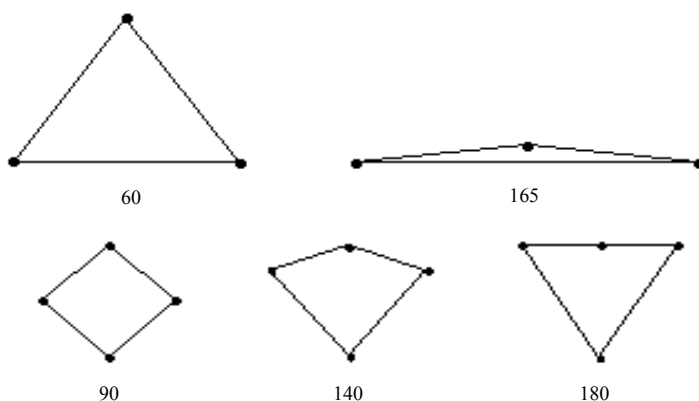
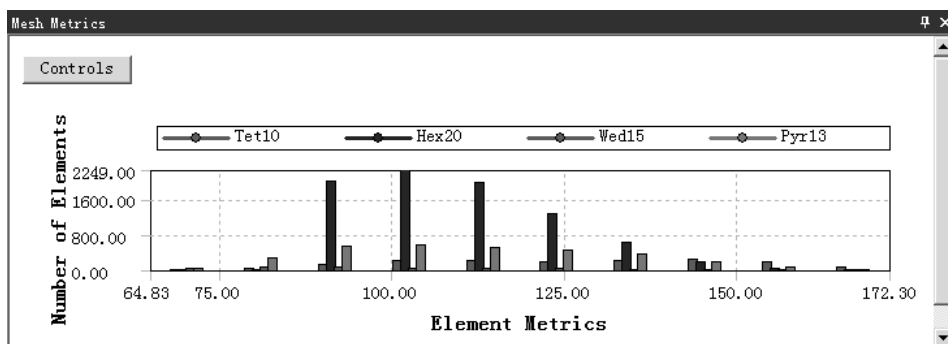

图 5.4.20 Maximum Corner Angle 二维单元变化图形
图 5.4.21 检查结果统计图表（六）
- ◆ Maximum Corner Angle（最大转弯角）。计算最大角度，相对于三角形而言，60° 最好且为等边三角形；对于四边形而言，90° 最好且为矩形，如图 5.4.20 所示。选择此选项后，在信息栏中打开图 5.4.21 所示的检查结果统计图表（六）。